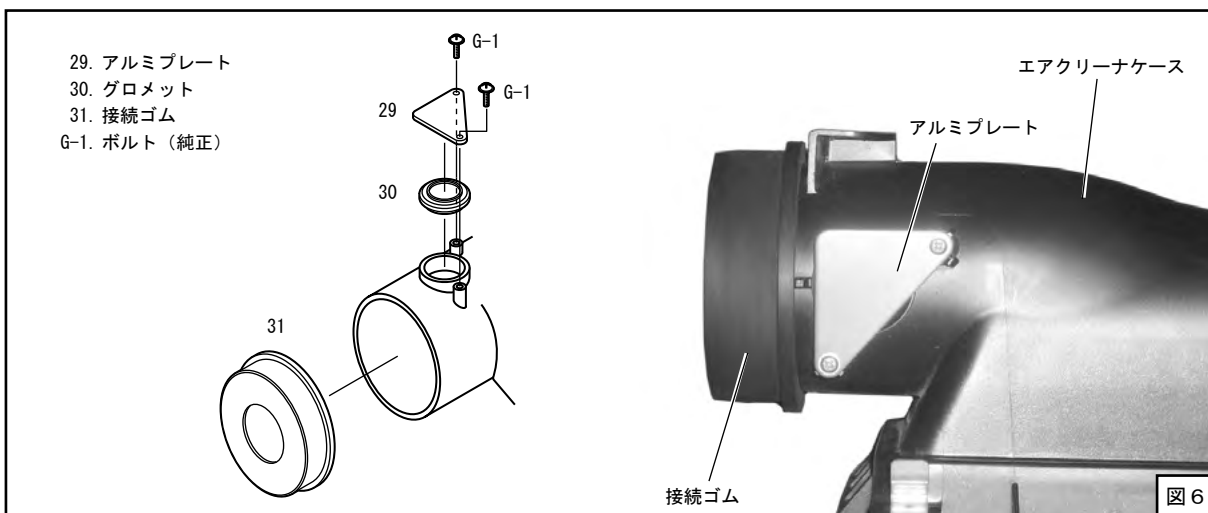

図6
- (2) エアクリーナケースにグロメットを取付け、アルミプレートで押さえ込んでください。(図6)
- (3) エアクリーナケースに接続ゴムを取付けてください。
(図6)